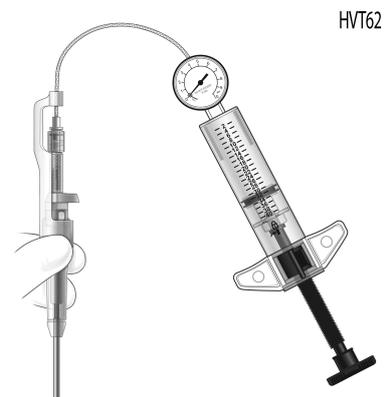

Figura 18
9. Adjunte el dispositivo de inflado al puerto de inflado Luer en el catéter balón (Figura 18).